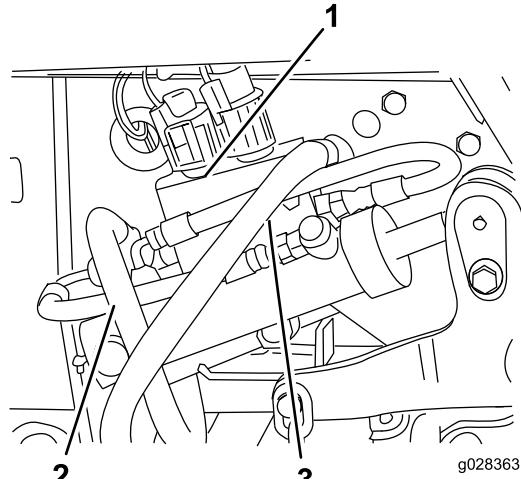

Рисунок 100
16. Отсоедините шланг бака от регулирующего клапана (Рисунок 100).
19. Отсоедините напорный шланг от регулирующего клапана (Рисунок 100).